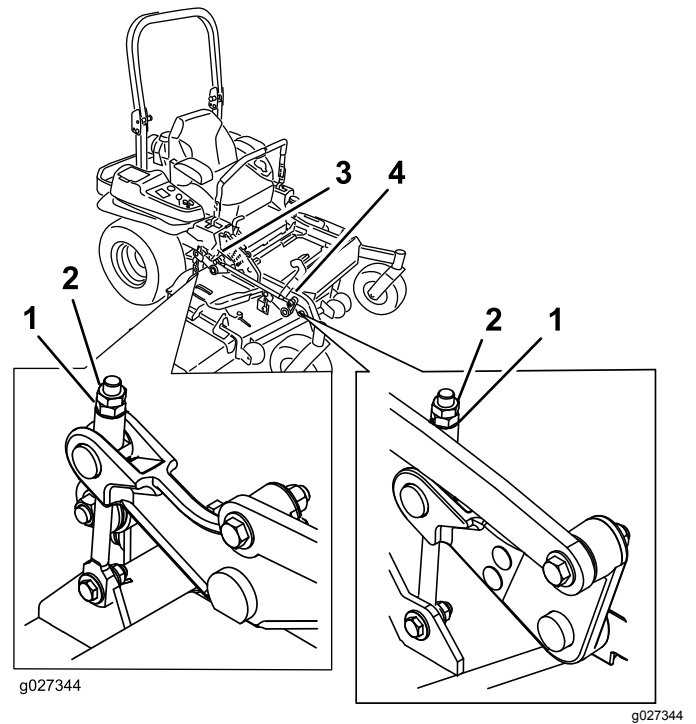

Figura 108
10. Gire la tuerca de ajuste del conjunto de elevación de la carcasa delantera para modificar la altura (Figura 108).
16. Gire el tornillo de ajuste hasta obtener una altura de 8,3 mm (Figura 108).